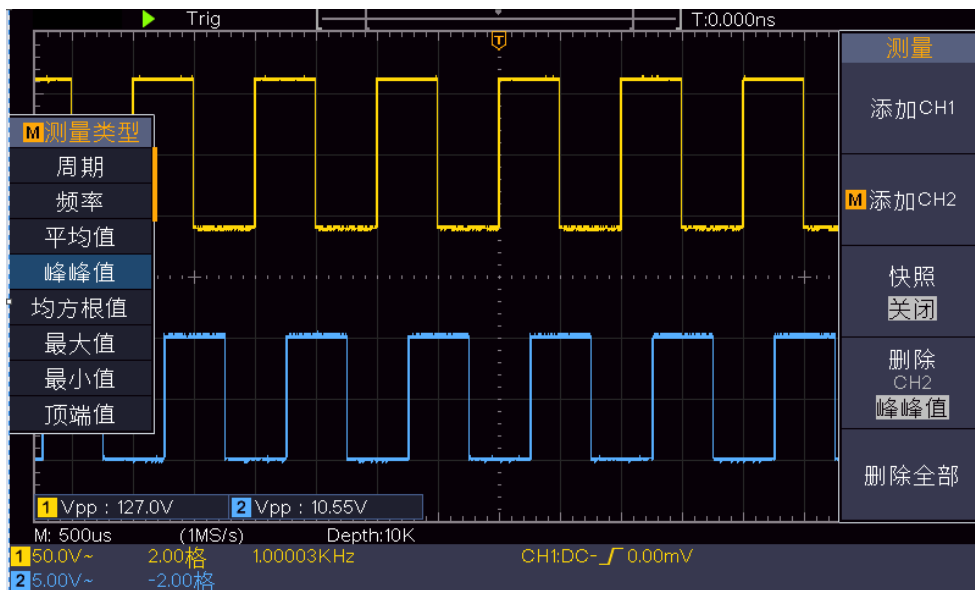

图 6-2：增益测量波形
- (1) 按下 **自动设置** 按键。示波器自动把两个通道的波形调整到合适的显示状态。
- (2) 按 **测量** 键，屏幕右侧显示自动测量菜单。
- (3) 按右侧菜单中的 **添加CH1**。
- (4) 屏幕左侧显示测量类型菜单，旋转 **通用** 旋钮选择 **峰峰值** 选项。
- (5) 在右侧菜单中，按 **添加CH1**，CH1的峰峰值测量添加完成。
- (6) 在右侧菜单中，按 **添加CH2**，CH2的峰峰值测量添加完成。
- (7) 从屏幕左下角测量值显示区域读出CH1和CH2的峰峰值。见图 6-2。
- (8) 利用以下公式计算放大器增益。